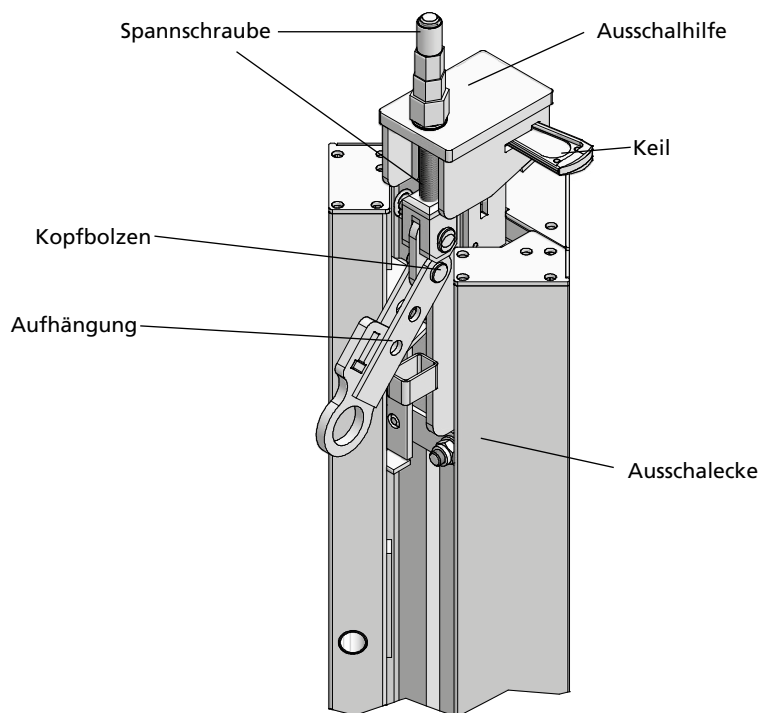

Abb. 32.2
1. Die Ausschalhilfe wird auf das Kopplungsstück an der Oberseite der Ausschalecke aufgesetzt. Die Aufhängung der Ausschalecke muss hierbei nach unten geneigt sein (Abb. 32.2).
2. Die Befestigung an der Ausschalecke erfolgt mit dem an der Spannschraube der Ausschalhilfe integrierten Kopfbolzen 16/40 und Federstecker 4 (Abb. 32.2).
3. Zur Fixierung der Ausschalhilfe wird der an der Ausschalecke befestigte Keil in die Öffnung im Seitenteil der Ausschalhilfe geschlagen (Abb. 32.2).